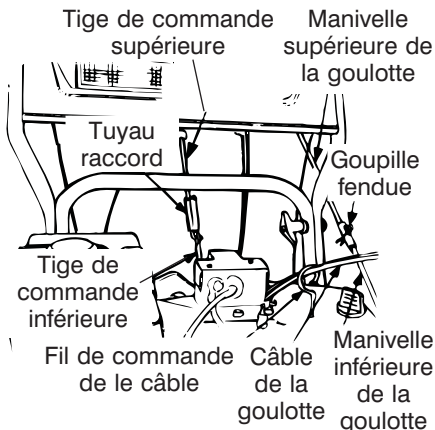

FIGURE 14
- Glissez le tuyau raccord (Z) sur l'extrémité filetée de la tige de commande supérieure en vous assurant de placer le petit creux du raccord sur le dessus.
- Vissez la virole (J) sur l'extrémité filetée de la tige de commande supérieure.
- Abaissez le tuyau raccord de la tige de commande sur l'extrémité de la tige de commande inférieure. Voir la Figure 14. Frappez sur le tuyau raccord jusqu'à ce qu'il s'emboîte sur la tige de commande inférieure.
- Faites passer les câbles de la commande à distance de la goulotte (en option) dans le fil de commande de le câble sur le dessus du moteur. Voir la Figure 14.